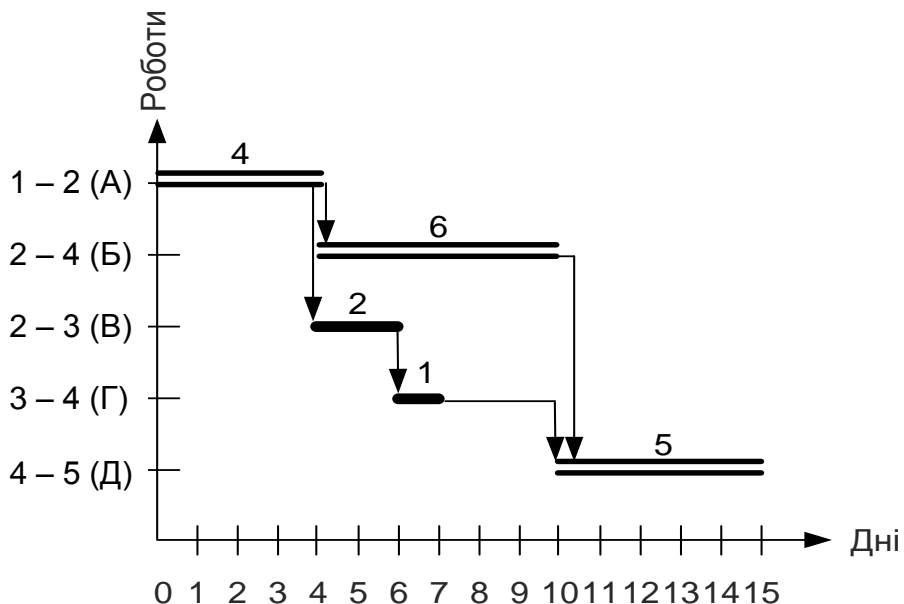

Рис. 1.18. Зв'язки між роботами і критичний шлях
3. На діаграмі Гантта зв'язки між роботами позначимо стрілками (рис. 1.18).
4. Позначимо критичні роботи подвійною лінією (рис. 1.18).